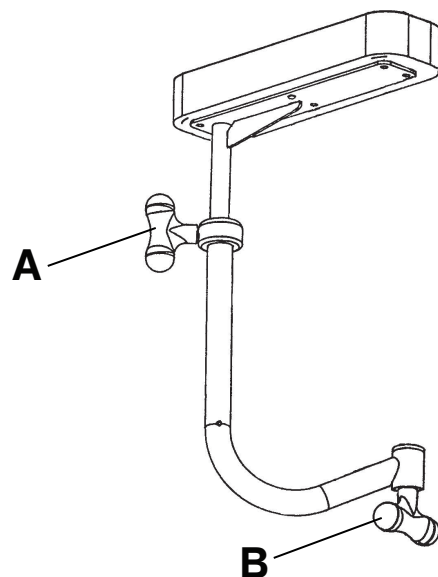

Figura 3 – Ajuste o apoio de pulso opcional
1. Rode o botão (A) no sentido contrário ao dos ponteiros do relógio (Figura 3).
3. Rode o botão (A) no sentido dos ponteiros do relógio até que o apoio de pulso esteja seguro.
1. Rode o botão (B) no sentido contrário ao dos ponteiros do relógio (Figura 3).
3. Rode o botão (B) no sentido dos ponteiros do relógio até que o apoio de pulso esteja seguro.